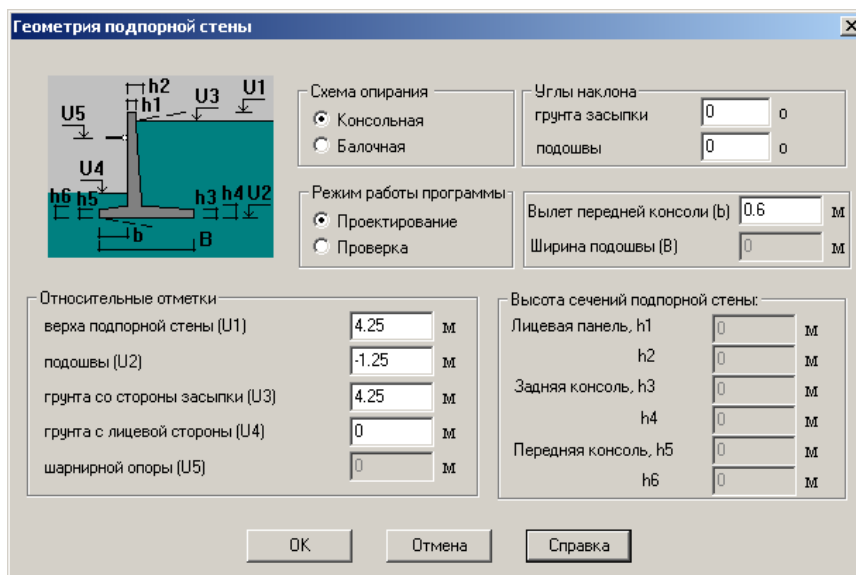

Рис.9.2.4. Окно диалога **Геометрия подпорной стены**
- В открывшемся окне диалога **Геометрия подпорной стены** (рис. 9.2.4) задайте следующие параметры: